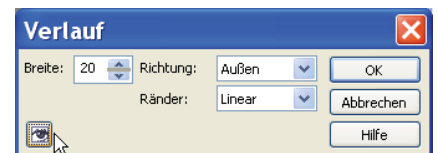

Abb. 10-30: Einstellung des Verlaufs
- **VERLAUF:** Mit dieser Funktion kann die harte Maskenkontur weichgezeichnet werden. Die Weichzeichnung kann zu einem späteren Zeitpunkt nicht mehr zurückgenommen oder vermindert werden. Daher sollte man mit der Vorschau den Effekt prüfen, bevor das Einstellungsfenster (Abb. 10-30) mit OK verlassen wird. Die weichgezeichnete Kontur ist im Darstellungsmodus MASKEN-MARKIERUNGSRahmen i.d.R. nicht zu erkennen. Einzige Ausnahme bildet die RECHTECKMASKE, hier erscheinen die Ecken des Markierungsrahmens abgerundet.